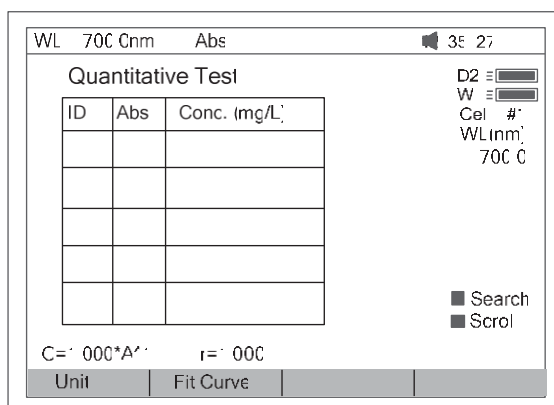
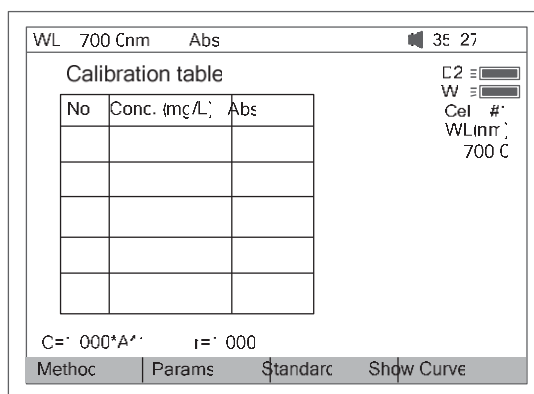
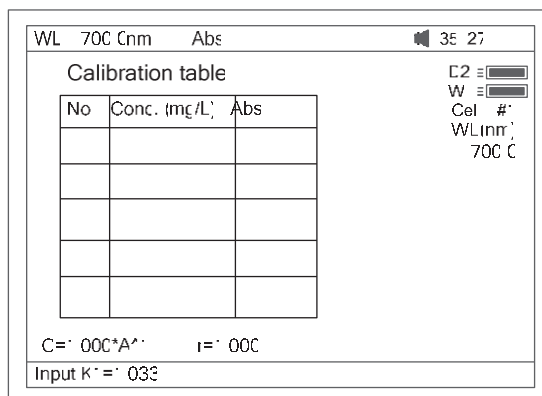
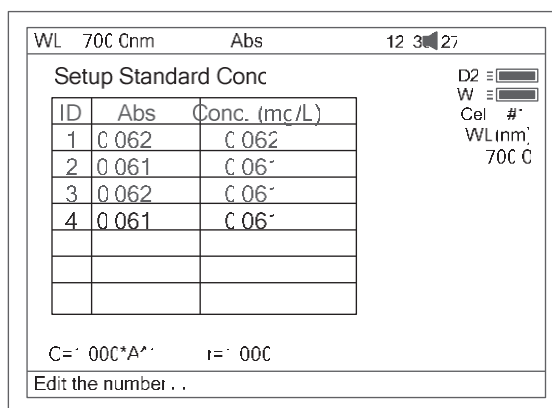

Fig 25
Fig 28
Fig 29
Fig 30
Pulse 2 en el menú principal para el ensayo “Cuantitativo” (Fig 25).
Nota: Si el cambiador automático no está instalado “cell #1” desaparecerá en la Fig 25.
3. Pulse **F2** en la Fig 25 para seleccionar otras opciones. Vea la Fig 28.
3.1 Pulse **F1** en la Fig 28 para seleccionar el método de ajuste. Hay 4 métodos: lineal, lineal a través del cero, cuadrado y cúbico.
3.2 Pulse **F2** en la Fig 28 para entrar directamente una curva estándar conocida (Fig 29).
3.3 Pulse **F3** en la Fig 28 para establecer una curva estándar mediante la medición de un grupo de muestras estándar. Vea la Fig 30.
Vea See 3.2. En la Fig 28 entre directamente una curva estándar conocida.
Nota: Todos los resultados de la muestra deben tomarse en la pantalla (Fig 25).